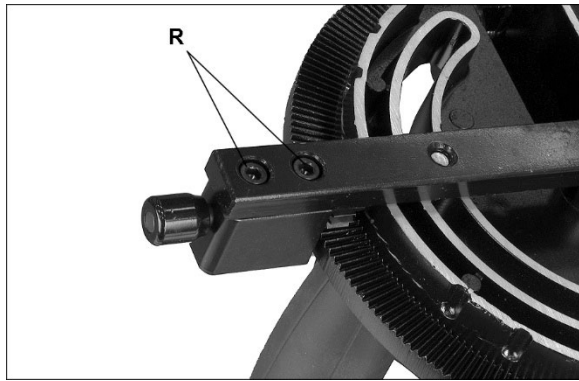

Figura 8-3
4. Ajuste el cuerpo (K) hasta que sea perpendicular (90°) a la ranura de inglete.
5. Apriete la manija de traba (H).
6. Verifique que el indicador de escala (L) indique 0°. Si no es así, afloje el tornillo (P) y ajuste el indicador (L) hasta que indique 0°. Vuelva a apretar el tornillo (P).
7. Si el procedimiento de arriba no alinea satisfactoriamente el calibre de inglete, afloje los dos tornillos (R, Figura 8-3) de debajo del bloque de montaje y desplace el bloque según sea necesario. Vuelva a apretar los tornillos cuando haya acabado.